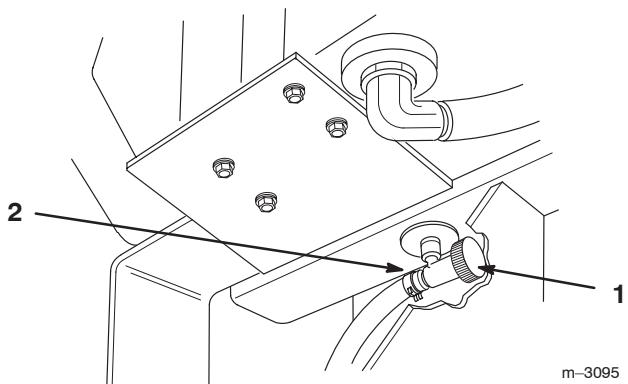

Figure 29
2. Fermez le robinet d'arrivée d'essence sur le réservoir (Fig. 29).
3. Pincez les extrémités du collier de fixation et poussez le collier en haut de la conduite d'alimentation, à l'opposé du robinet d'arrivée de carburant (Fig. 29).
4. Débranchez la conduite d'alimentation du robinet (Fig. 29). Ouvrez le robinet d'arrivée de carburant et laissez l'essence s'écouler dans un bidon ou un bac de vidange.
- Ouvrez le robinet d'arrivée d'essence sur le réservoir (Fig. 29).